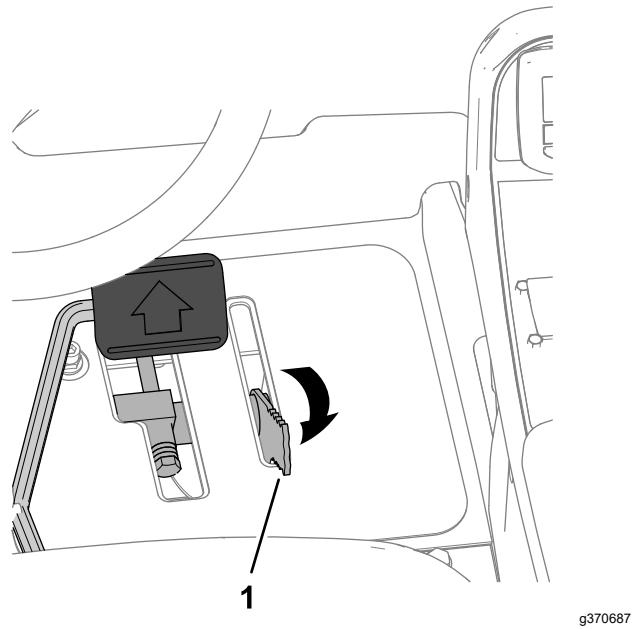

Рисунок 58
- Переведите рычаг ограничителя скорости скашивания назад в ТРАНСПОРТНОЕ положение (Рисунок 58).